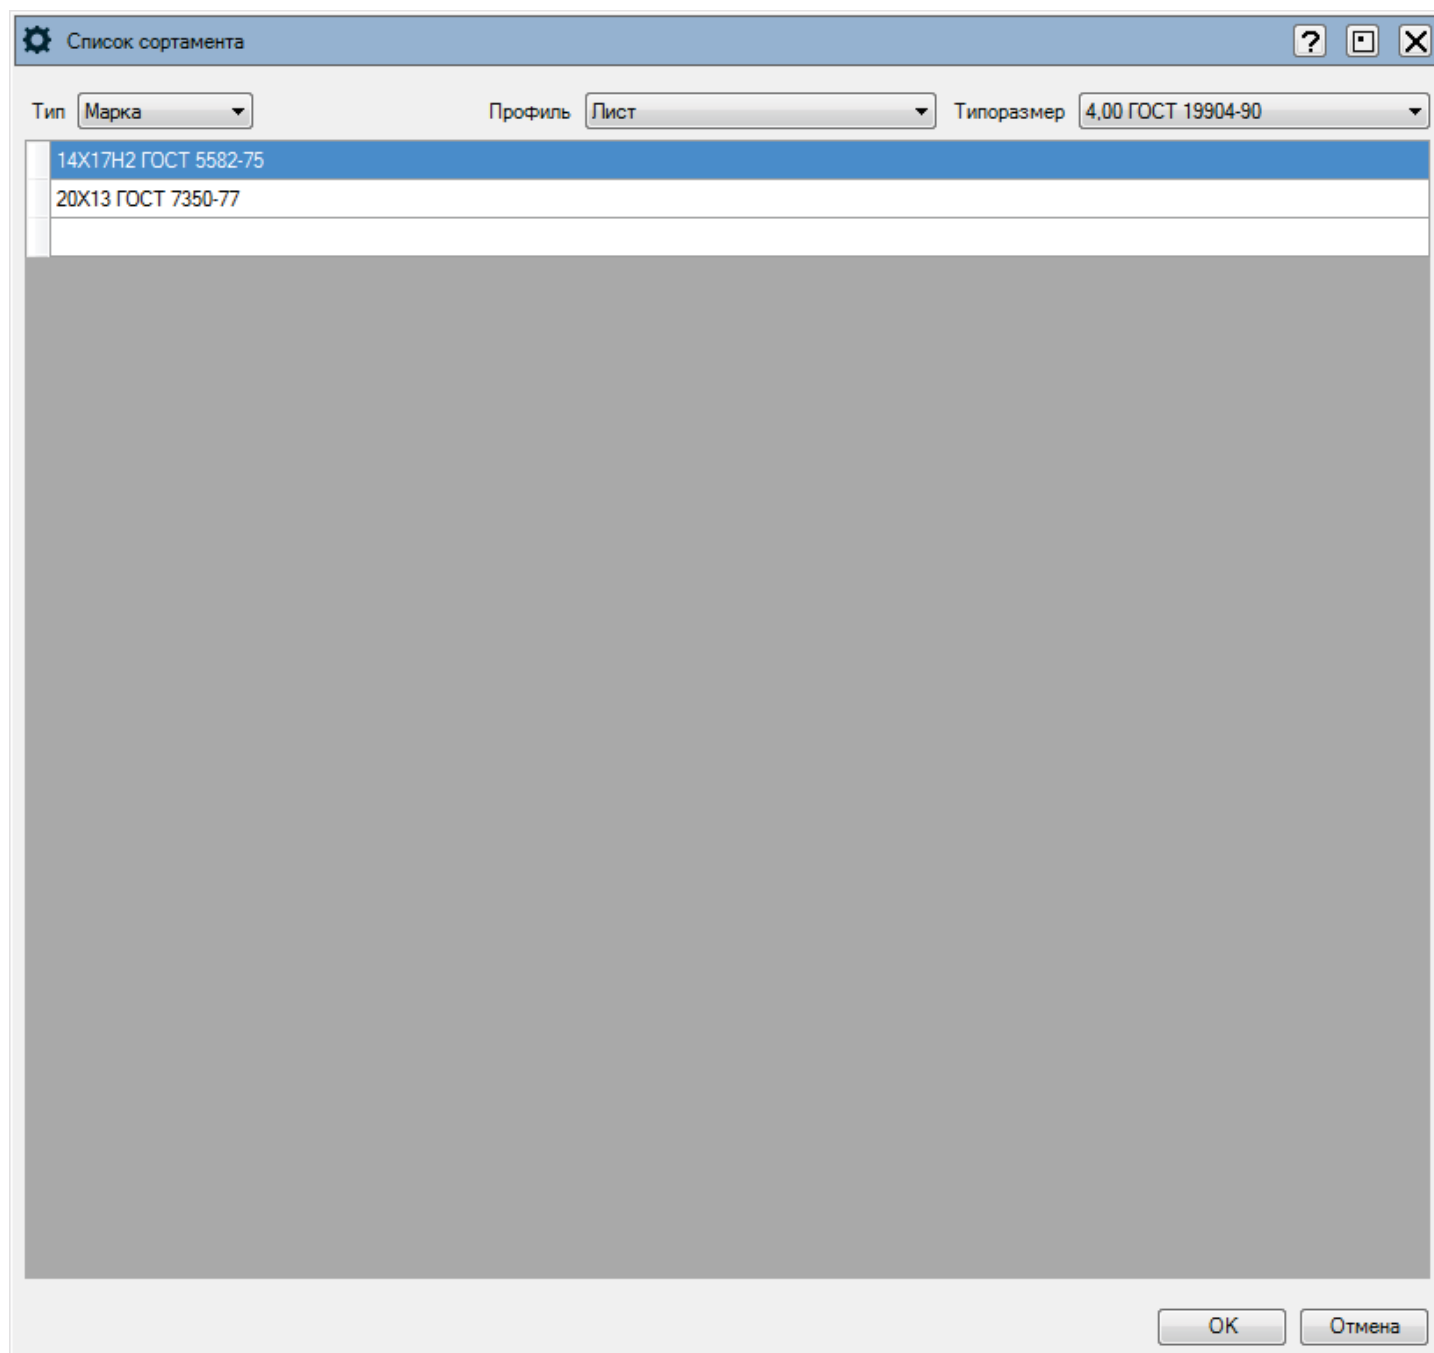

Рис. 89 – Тип списка Марка
- 3 – тип списка **Марка** диалогового окна **Список проектов** (рис. 89).
6. Выберите в выпадающем списке **Тип** значение **Марка**. Отобразится список часто используемых марок материала для выбранных типоразмера и профиля (см. рис. 89).